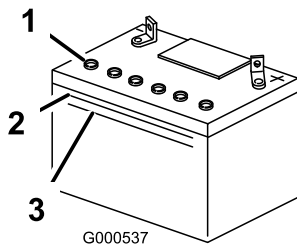

Figura 39
1. Mire hacia el lateral de la batería. El electrolito debe llegar a la línea superior (). Figura 39 No permita que el electrolito esté por debajo de la línea inferior (Figura 39).
3. Retire los tapones de ventilación de la batería (Figura 39).
4. Vierta lentamente agua destilada en cada célula de la batería hasta que el nivel de electrolito llegue a la línea superior (Figura 39) de la caja de la batería.
6. Añada agua destilada, si es necesario, hasta que el nivel de electrolito llegue a la línea superior (Figura 39) de la caja de la batería.